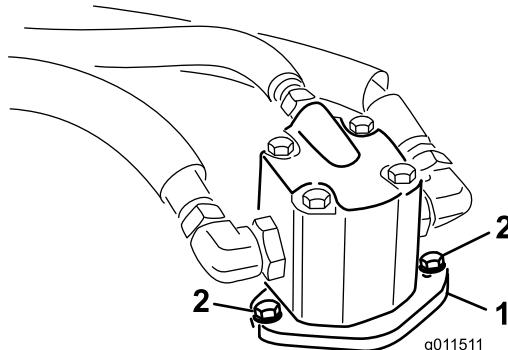

Figura 74
- Rimuovete i bulloni che fissano il motore idraulico al piatto di taglio (Figura 74).